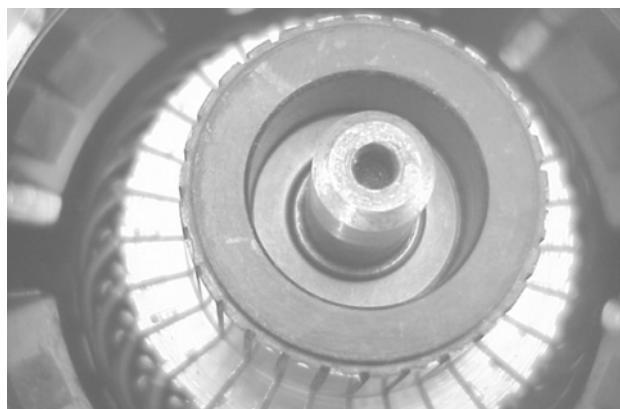

Figura 8-62. Installazione della rondella reggispinta.
9. Installare la rondella reggispinga piana sul lato commutatore dell'albero dell'indotto. Vedere Figura 8-62.